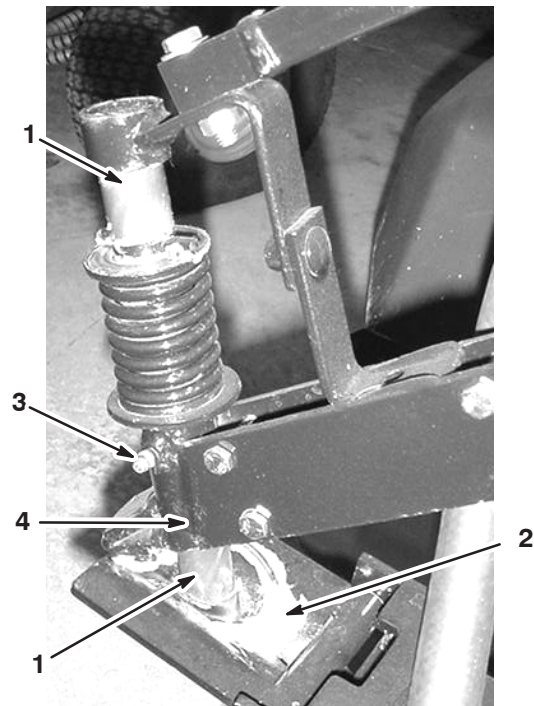

Bild 38
1. Tragen Sie mit der Hand Schmiermittel auf die Stützwelle und innen an der Kugelpfanne der Scharnierplatte auf, wie in Bild 38 dargestellt.
2. Pumpen Sie Schmiermittel in die Nippel unter der Feder, bis Schmiermittel unten am Gelenk austritt (Bild 38).